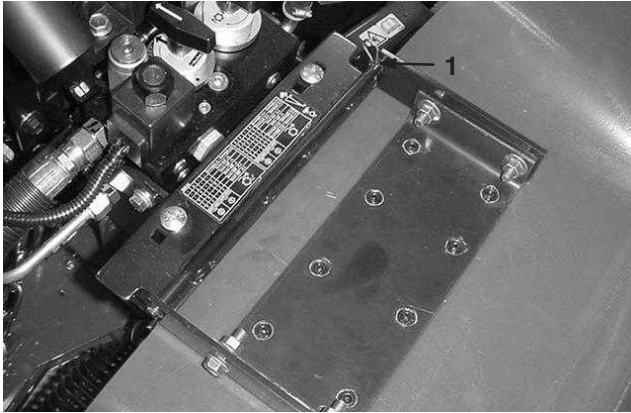

Figure 45
2. Retirez la goupille fendue qui fixe le pivot de capot aux supports (Fig. 45).